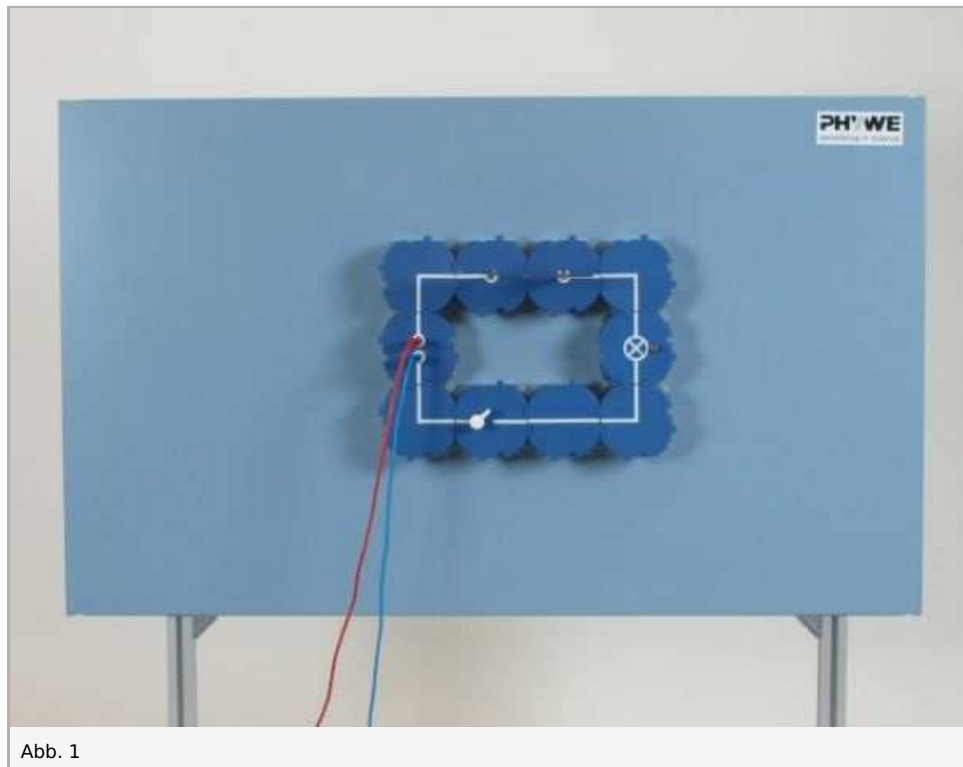

Abb. 1
- Versuch entsprechend Abb. 1 aufbauen; Krokodilklemmen mithilfe der Verbindungsstecker auf die beiden Anschlussbausteine setzen und Bimetallstreifen mit der rechten Krokodilklemme festklemmen, so dass die bedruckte Fläche nach unten zeigt; Netzgerät einschalten und Nennspannung 12 V einstellen
- - Schalter schließen und dann den Bimetallstreifen in der Nähe seines eingeklemmten Endes mit einer Flamme vorsichtig erwärmen und abkühlen lassen; Bimetallstreifen und Glühlampe beobachten (1)
- Schalter schließen und wie im ersten Teil des Versuchs verfahren (2)